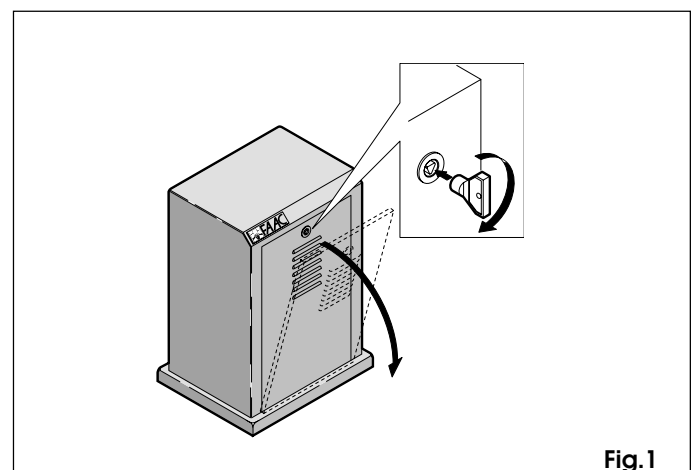

Fig.1
- Aprire lo sportello del carter di protezione per mezzo della chiave triangolare in dotazione (vedi fig.1).